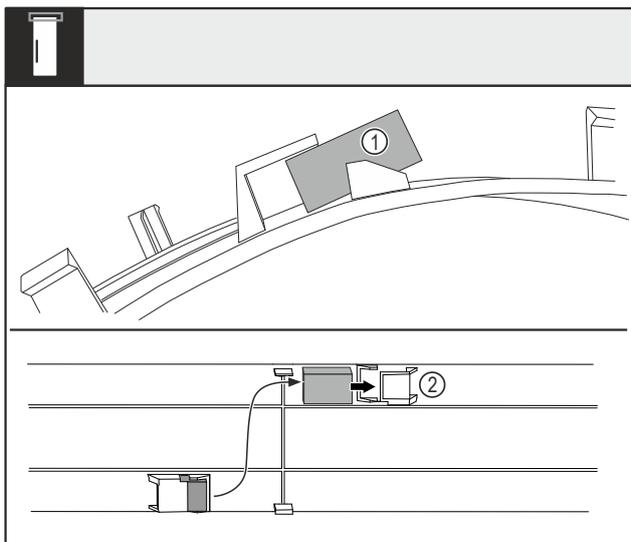

Fig. 15
- ▶ Piegare la copertura ed estrarre il magnete della porta Fig. 15 (1) dal nido.
- ▶ Infilare il magnete della porta nell'altro nido Fig. 15 (2).